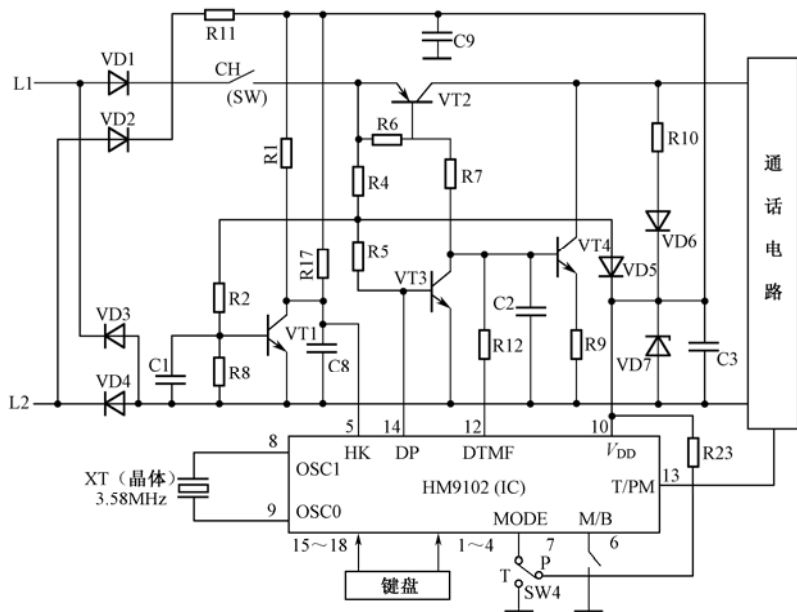

图 1-3-6 音频/脉冲拨号电路
采用 HM9102/A 型 T/P 拨号集成电路组成的音频脉冲拨号电路如图 1-3-6 所示。
1. 简述如图 1-3-6 所示音频/脉冲拨号电路的工作原理。